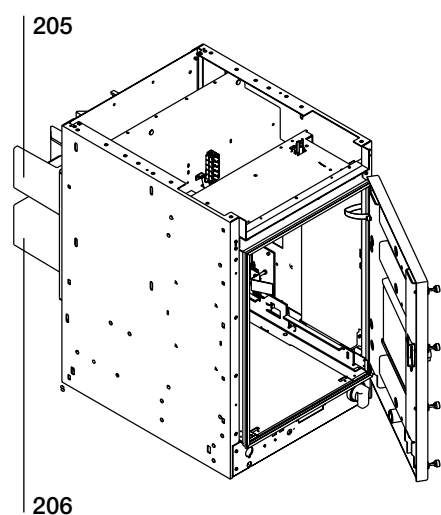
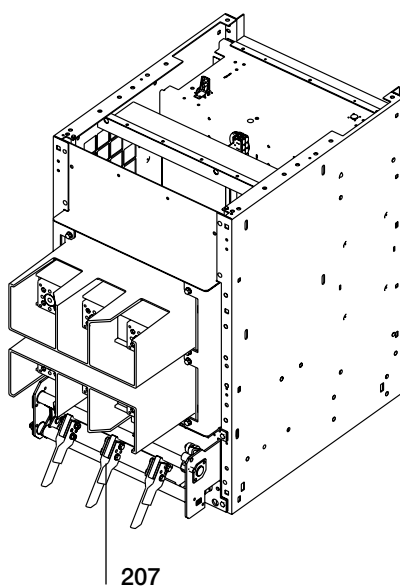
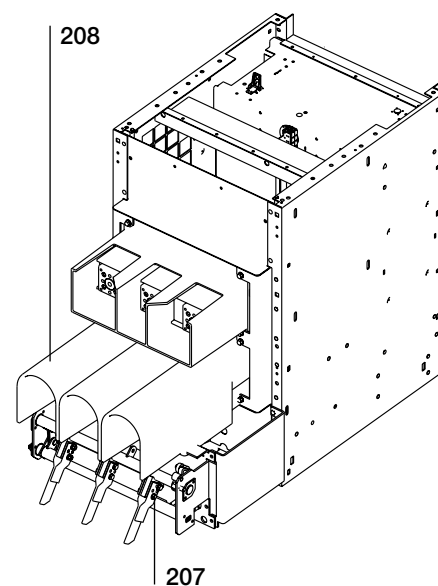

Fig. 7a
Fig. 7b
Fig. 7c
- CBE1 (fig. 7a);
- CBE1/ST (fig. 7b);
- CBE1/ST/TA (fig. 7c).
Sul retro del contenitore sono presenti i monoblocchi isolanti (205) e (206) fig. 7a per i collegamenti di potenza.
I contenitori CBE1/ST sono dotati del sezionatore di terra (207) (fig. 7b), i contenitori CBE1/ST/TA, sono come i precedenti ma con i trasformatori di corrente (208) (fig. 7c).
- The insulating monoblocks (205) and (206) (fig. 7a) for the power connections are located on the rear of the enclosure. The CBE1/ST enclosures are fitted with earthing switch (207) (fig. 7b), the CBE1/ST/TA enclosures are similar to the previous ones, but with current transformers (208) (fig. 7c).